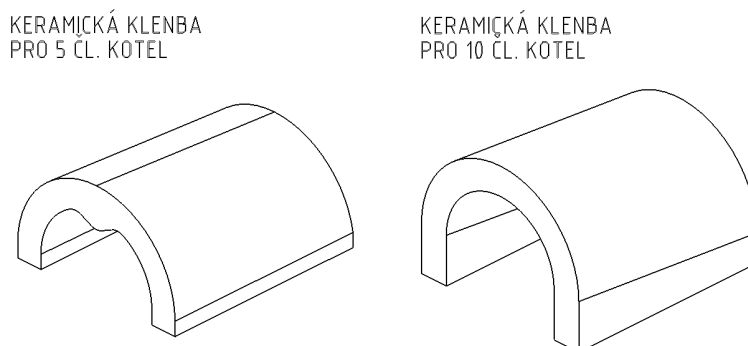
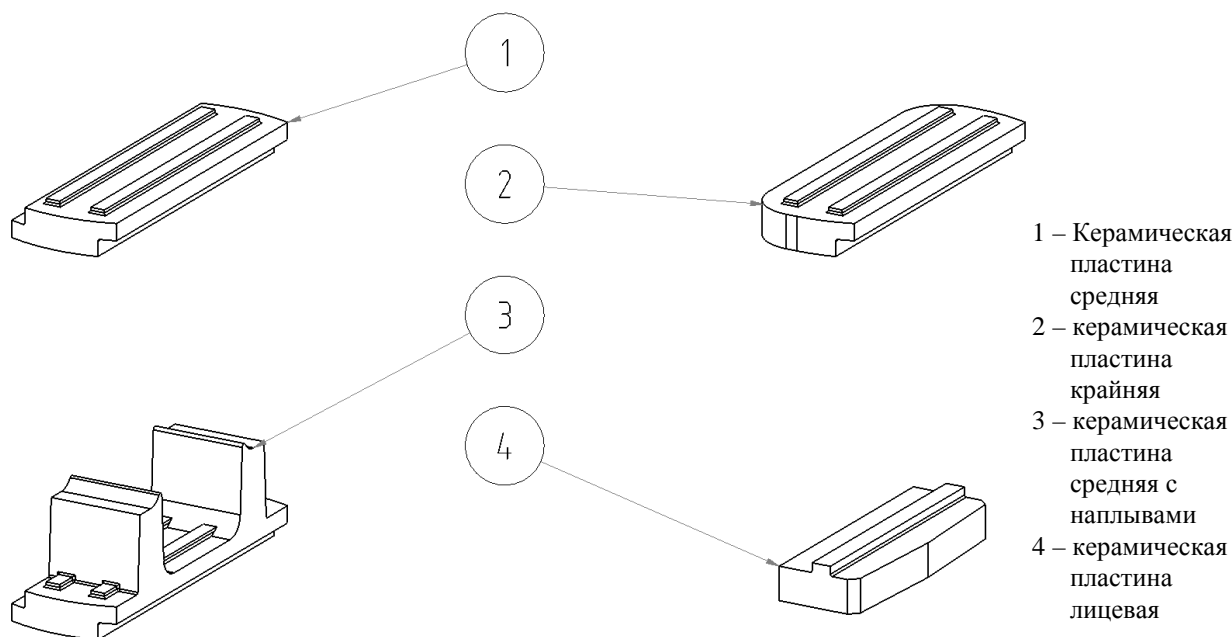
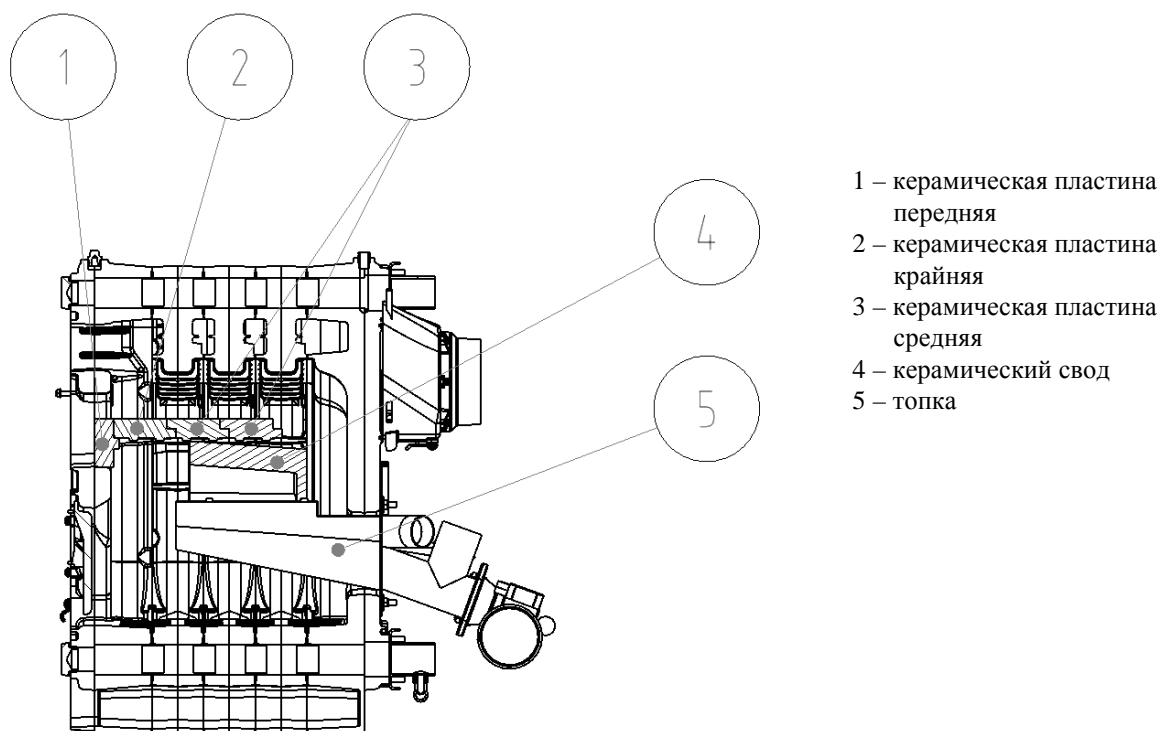

Рис. 13 Керамический свод
Рис. 14 Форма керамических пластин
Рис. 15 Укладка керамических пластин в 5-секционный теплообменник
- В камеру сгорания установить керамический свод (рис. 13) открытой частью вперед (см. Рис. 15 и 16). На боковые наплывы камеры сгорания установить керамические пластины (см. Рис. 15 и 16). Для котла VIADRUS HERCULES ECO существует 4 типа керамических пластин (см. таб. 3 и рис. 14). Установку керамических пластин произвести рис. 15 и 16. При установке керамических пластин необходимо следить за тем, чтобы пластины как следует легли на наплывы и замки пластин попали друг в друга. Возможные негерметичности можно исправить герметиком с жаростойкостью 1200 °С (напр. ZWALUW) или жаробетоном.